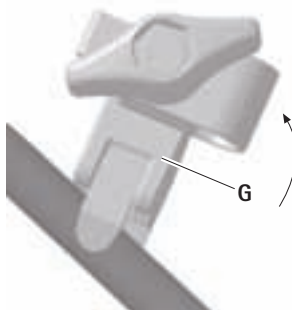

Fig. 9
- Retirar la grapa **G** del marco presionando lateralmente, ver Fig. 9.